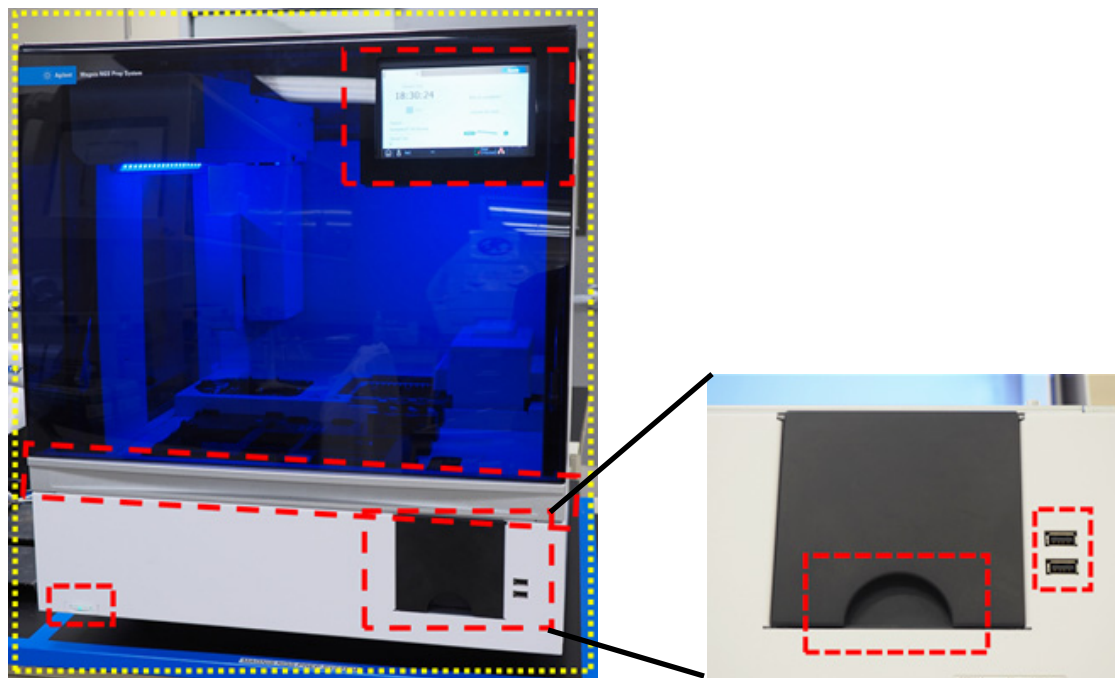

Figure 28 Surfaces extérieures de la face avant de l'instrument à essuyer
- b Extérieur de l'instrument – Face avant :** fermez la porte de l'instrument. À l'aide d'une lingette de laboratoire humidifiée avec de l'alcool isopropylique à 70 %, essuyez doucement les surfaces indiquées en jaune et en rouge à la **Figure 28**. Ces zones comprennent l'écran tactile, le bouton de mise en marche/arrêt, la porte du bac d'élimination (y compris le creux utilisé pour faciliter l'ouverture/le retrait) et le plexiglas avant. Sortez le tiroir à déchets et essuyez l'intérieur du bac d'élimination. Essuyez la zone autour des ports USB (ne mouillez pas les points de contact électrique). Toutes les zones indiquées en jaune doivent être essuyées. Les zones indiquées en rouge nécessitent une attention particulière pour un nettoyage minutieux.